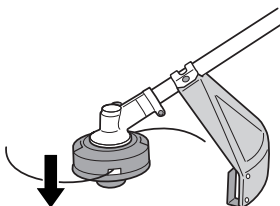

Fig. 10
- Presione la clavija de tope (15) de la caja de engranajes para bloquear el soporte de la cuchilla.
- Opere el motor a una velocidad baja y golpee el cabezal contra el suelo. La línea de nylon saldrá unos 1-3/16" (3 cm) con cada golpe. (Fig. 10)